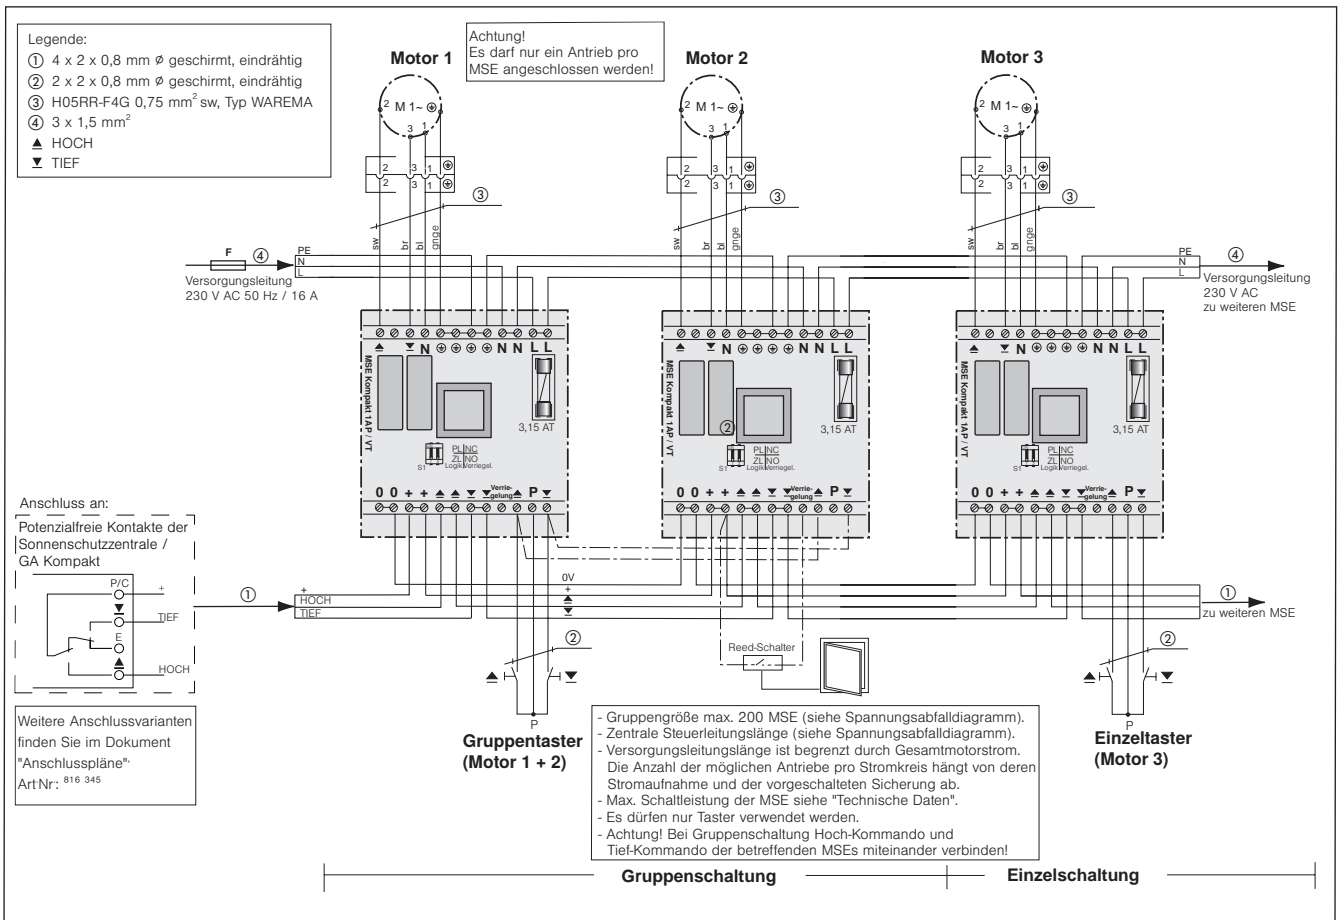
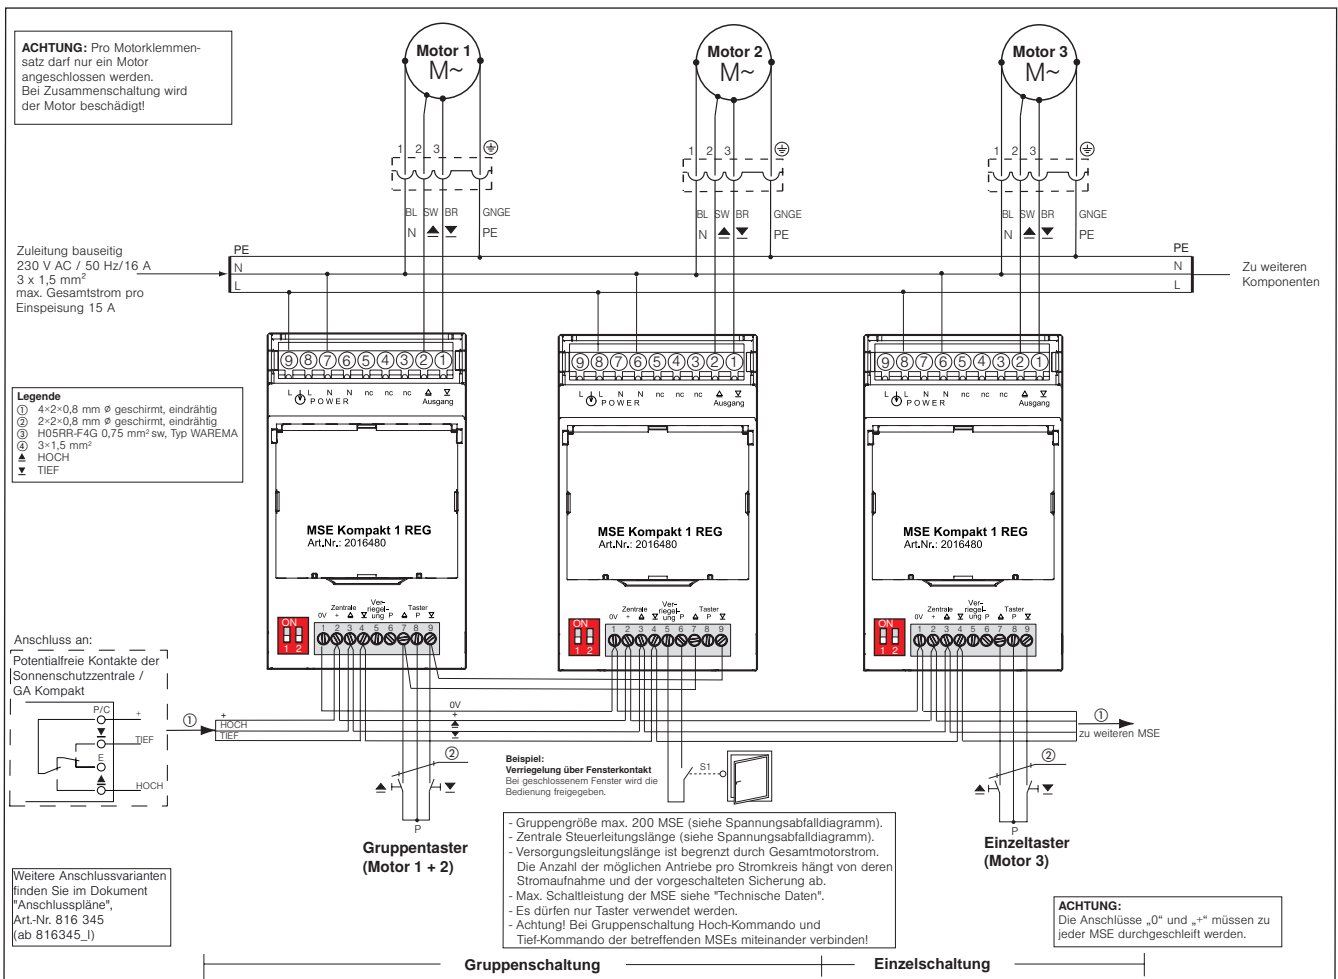

Abb. 4 Anschlussbeispiel MSE Kompakt 1 AP
Abb. 5 Anschlussbeispiel MSE Kompakt 1 REG
- ▶ Wenn Sie Ihren Sonnenschutz gegen ein Fenster verriegeln wollen, so müssen Sie einen externen potentialfreien Schalter oder Reed-Schalter zwischen „+“ und den Verriegelungseingang der Motorsteuereinheit anschließen (siehe Abb. 4, Abb. 5). Der Sonnenschutz kann dann in Stellung „NC“ des Schalters 2 nicht mehr bedient werden, wenn der externe potentialfreie Schalter geöffnet ist.
Mehrere Motorsteuereinheiten können über die Steuerleitung als Gruppe geschaltet und zentral über einen Taster bedient werden. Beachten Sie hierzu die Anschlusspläne Abb. 4, Abb. 5 !
- Der elektrische Anschluss der Motorsteuereinheit erfolgt nach umseitigem Anschlussplan (s. Abb. 4, Abb. 5 ).